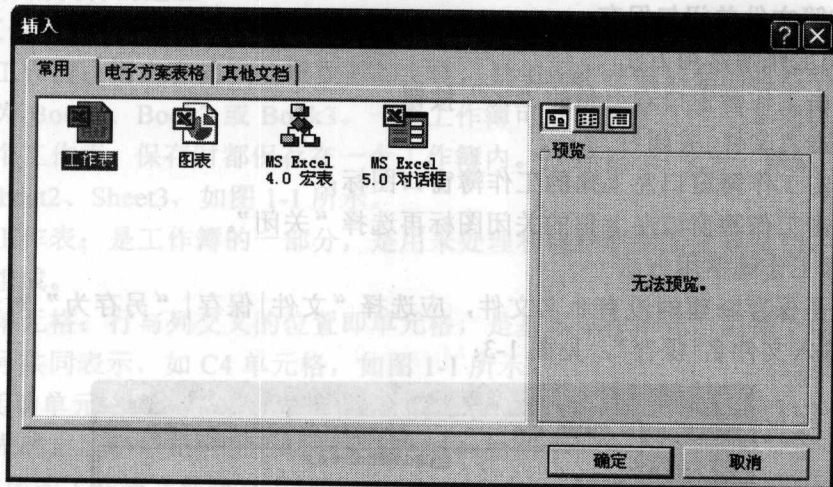

图 1-4 插入工作表对话框
- (1) 新建的工作簿中默认三个工作表，可将其中的一个作为要建立的工作表进行操作；
(2) 在工作簿中插入工作表, 若一个工作簿中需要建立多于三个工作表, 则选择“插入|工作表”即可, 或用鼠标右键单击某一个工作表标签, 再选择“插入”, 在弹出“插入”对话框内选择“工作表”并单击“确定”按钮, 如图 1-4 所示。